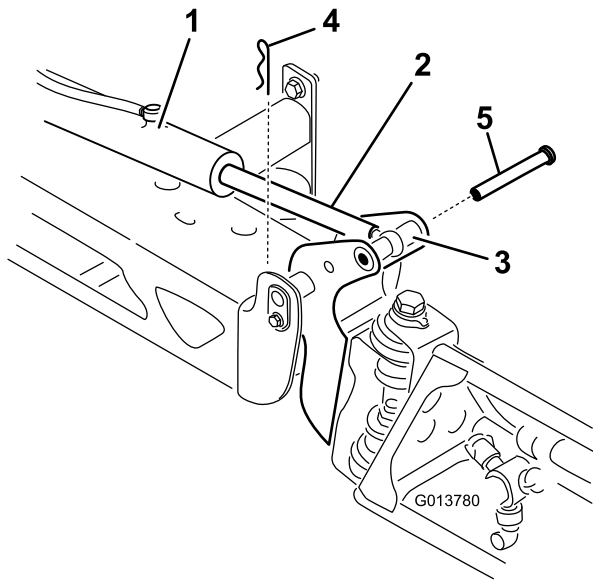

図 70
2. クレビスピンについているヘアピンを抜き取る 図 70。
3. ブームを持ち上げてクレビスピンを外し、ブームをゆっくりと床面に降ろす 図 70。
- ブームを支えながら、ブームのピボットとアクチュエータロッドにクレビスピンを通す図 70。